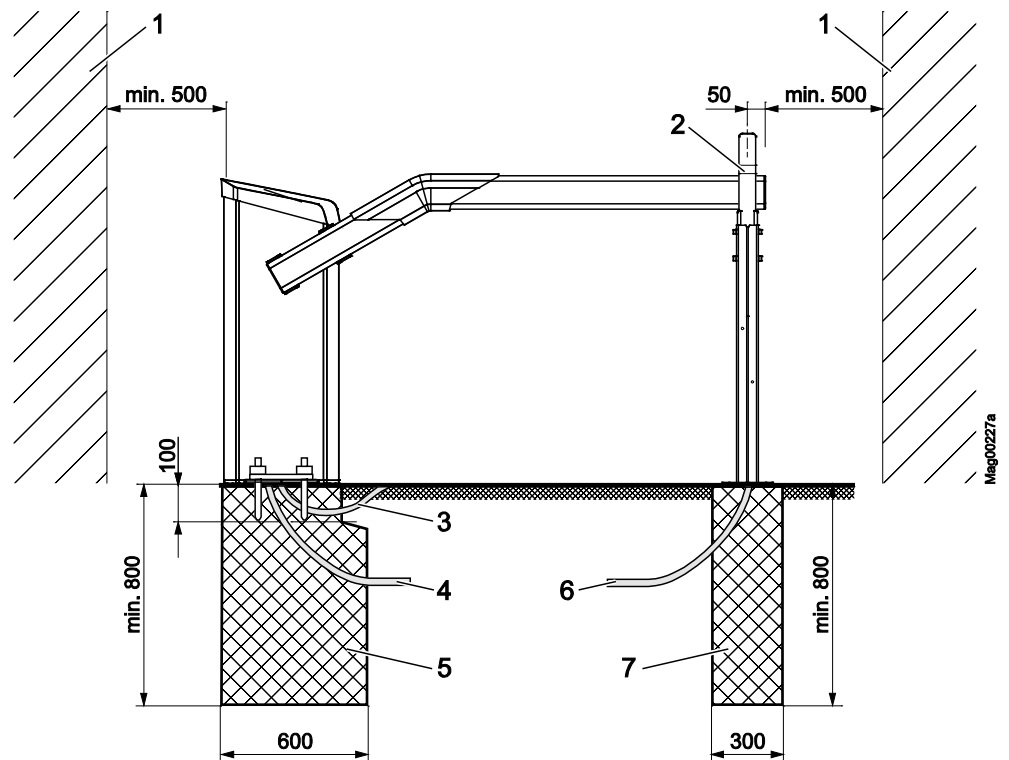
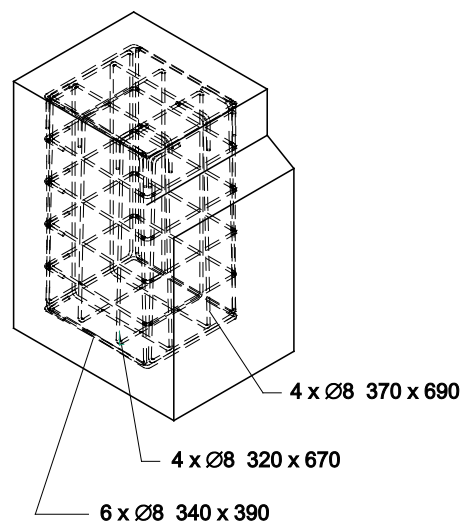
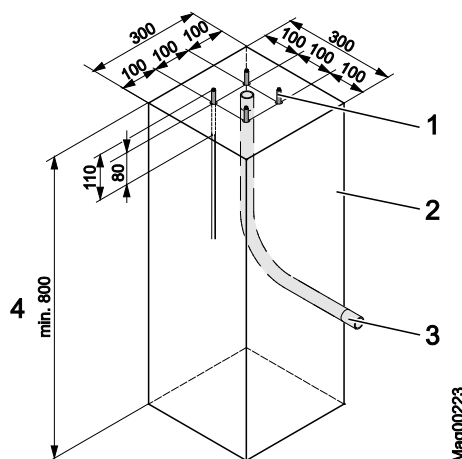

Рис. 13: Монтаж шлагбаумной установки, здесь надписи указаны для шлагбаума типа "Access/Parking" (размер в мм)
Рис. 15: Армированная оплетка
Рис. 17: План для изготовления фундамента под опорную тумбу или тумбу для фоторелейного барьера
- Смонтировать и подключить шлагбаумную установку согласно Рис. 13.
- Между кончиком стрелы шлагбаума и другими объектами, например, стенами или домами необходимо соблюдать безопасное расстояние не менее 500 мм. → См. стр. 61, Рис. 13.
→ См. стр. 61, Рис. 13 - 63, Рис. 15.
- Армированная оплетка согласно рис. Рис. 15.
1. Сделать отверстие в фундаменте согласно Рис. 13 и Рис. 14.
2. Через отверстие в фундаменте проложить армированную оплетку согласно Рис. 15.
→ См. стр. 61, Рис. 13.
1. Сделать отверстие в фундаменте согласно Рис. 13 и Рис. 17.
2. Через отверстие в фундаменте проложить полые трубы согласно Рис. 17.
4. Залить фундамент бетоном согласно Рис. 17.